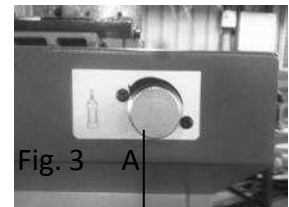

Fig. 3 A
Am Drehknopf (A) Fig.3 können Sie die Absenkgeschwindigkeit einstellen.
1. Der Rücken des Bandes (A) (fig3) muss an der Führung (B) anliegen (fig3-1). Zum einstellen, lösen Sie die Schraube (C) und verschieben den Block (D) auf oder ab, bis der Bandrücken die Führung leicht berührt.
Das Sägeblatt (A) muss so eingestellt werden dass die Kugellager leicht berührt werden. (E) (fig. 3)
A E Fig.3 F K C D